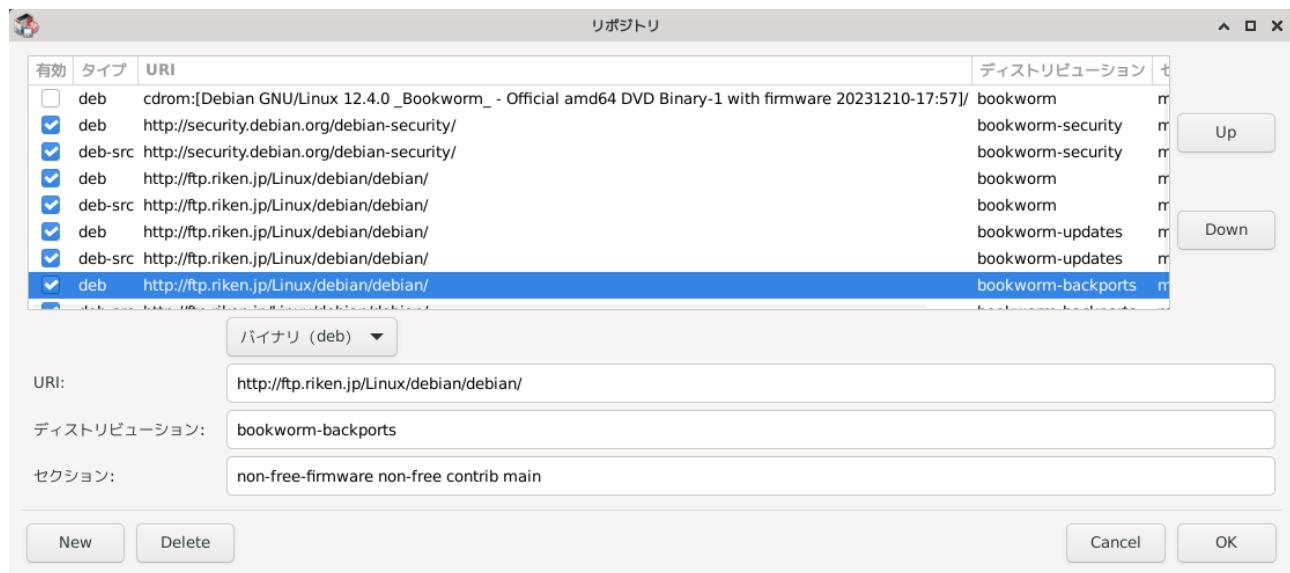

図 2-1-1-6. リポジトリ画面
- ⑦ 設定を更新して、「OK」をクリックすると、図 2-1-1-7 の画面が表示されます。